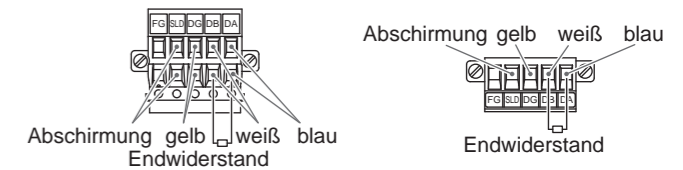

Abb. 3
- (3) Der an das CC-Link-Netz anzuschließende Endwiderstand ist je nach verwendeten Kabeln unterschiedlich. (Siehe unten stehende Tabelle. Abb. 3.)